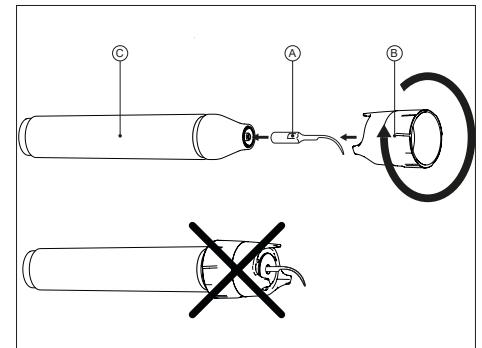

Fig.1
Raportez-vous à la Fig. 1
- 2 Insérez l'insert piézoélectrique dans la clé dynamométrique, comme illustré à la figure 1;
A. ATTENTION : Ne saisissez pas la pièce à main par l'extrémité et/ou le cordon, mais uniquement par le corps (Figure 1 - Réf. C). Ne faites pas pivoter le corps pendant la fixation de l'insert piézoélectrique. Saisissez fermement le corps de la pièce à main et tournez uniquement la clé dynamométrique.